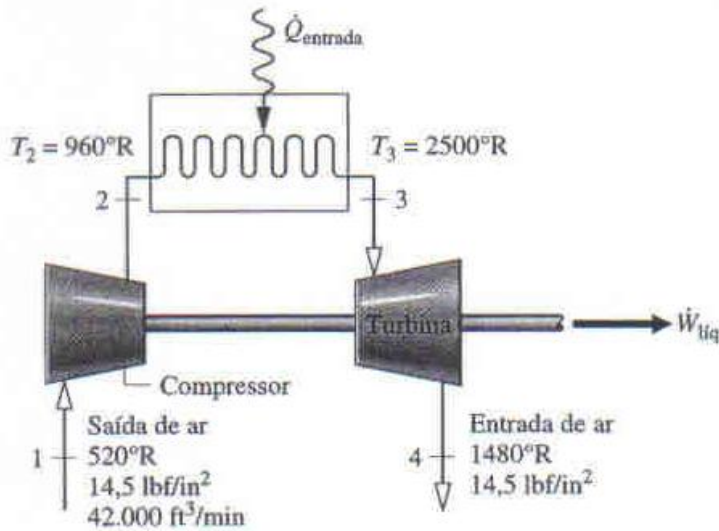

Figura P5.68
5.68 Uma instalação de potência simples de turbina a gás operando em estado estacionário é ilustrada esquematicamente na Fig. P5.68. A instalação consiste em um compressor de ar montado no mesmo eixo da turbina. Os dados relevantes são fornecidos na figura. Os efeitos de energia cinética e potencial são desprezíveis e o compressor e a turbina operam adiabaticamente. Utilizando o modelo de gás ideal, determine a potência sugerida pelo compressor e a potência líquida desenvolvida, em hp.